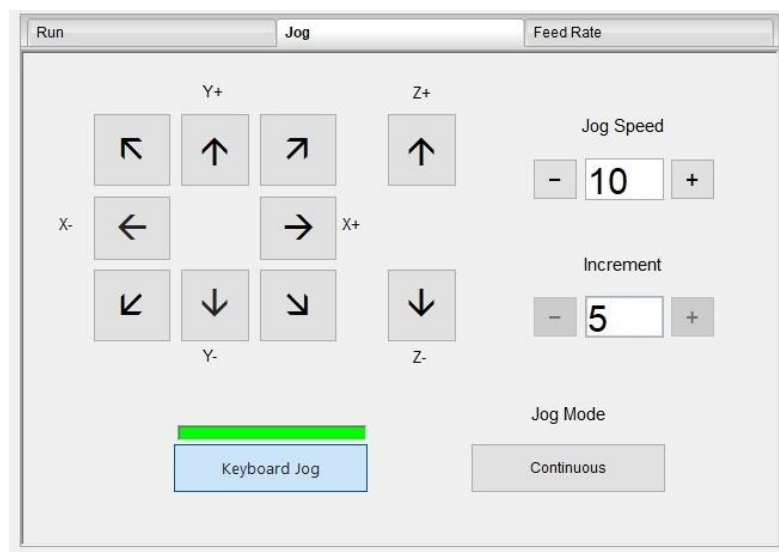

Fig. 85 Het tabblad 'Jog'
1. In het tabblad 'Jog' (Fig. 85) kunt u de snelheid voor het handmatig verplaatsen (tornen) van de snijtoorts als percentage van de maximale snelheid instellen.